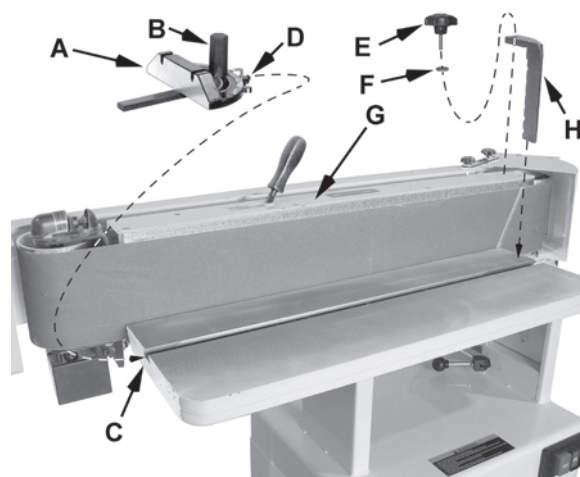
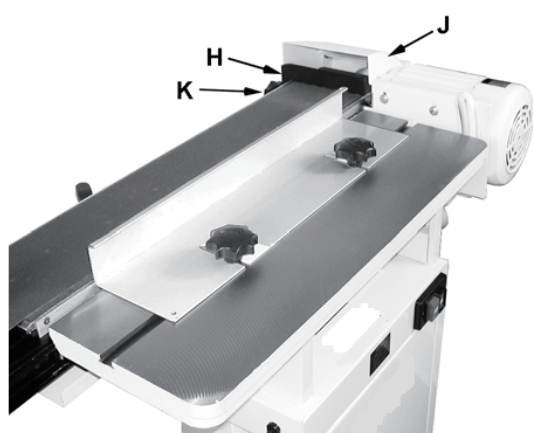

Bild 15
Bild 14
För att använda det bakre stoppet (H) (se bild 14) svänger du bort rullskyddet och spånstosen (J) (se bild 14). Placera därefter det bakre stoppets stift i positioneringshållet och lås med låsvredet (K) (se bild 14) och planbrickan (5/16").
OBS! Detta visas tydligare i bild 15. Därefter sätter du tillbaka rullskyddet och spånstosen (J) (se bild 14) i korrekt läge (se bilden).
Se bild 15: